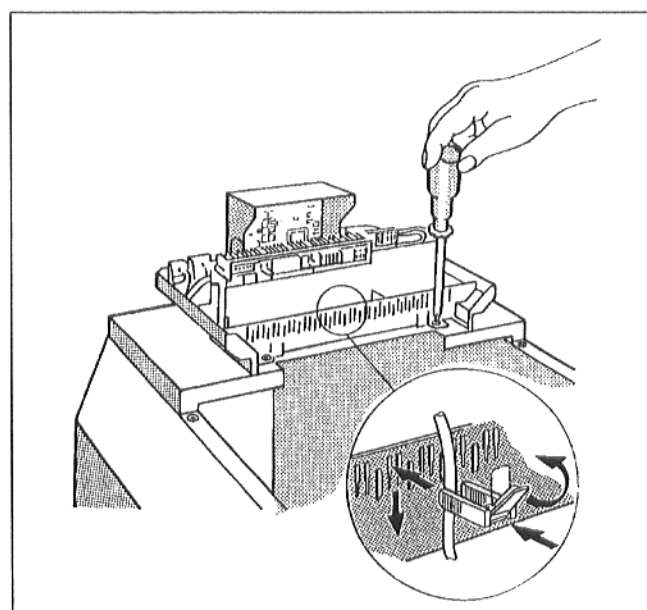

Рис. 18
- Привинтить устройство регулирования с помощью двух винтов к переднему кожуху котла (Рис. 18).
- Все линии необходимо закрепить посредством кабельных зажимов: Вставить кабельный зажим с вложенной в него линией сверху в прорезь рамы зажима; плечо рычага при этом должно быть направлено вверх. Подать вниз кабельный зажим и сжать его. Повернуть рычаг вверх (Рис. 18).